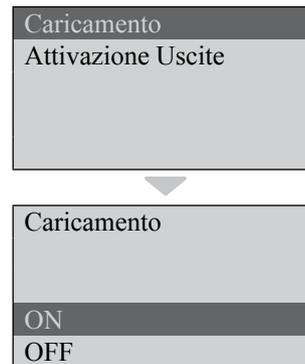

fig. 21 - Caricamento manuale
- Scorrere con i tasti **4** o **6** fino alla scritta **"Gestione Uscite"** (fig. 21);